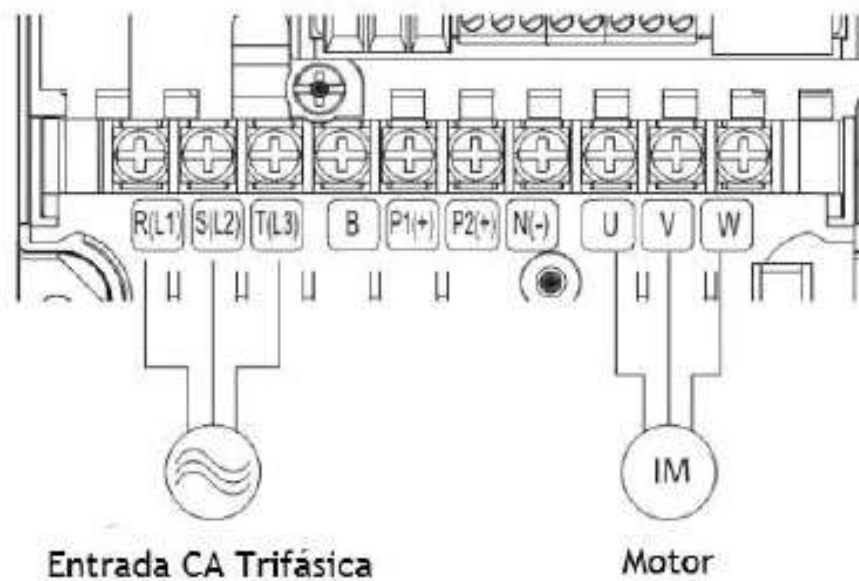

Figura 4.6: Bornera de alimentación del variador [1].
- **Paso 3:** este paso consiste en el conexionado de alimentación, la figura 4.6 muestra la disposición de la bornera de alimentación del variador de frecuencia.
Por otro lado, también se hará la conexión de los cables del motor, estos se conectarán a la bornera de la figura 4.6 en los bornes U/V/W hacia los bornes del propio motor. Siguiendo la nomenclatura de la figura 2.24 el motor haciendo uso de las placas de metal se conectará en triángulo o delta como se muestra en la figura 4.7, por lo que se tendrá un voltaje a la entrada del motor de 230V y la corriente máxima según la placa del motor será de 6,1A.